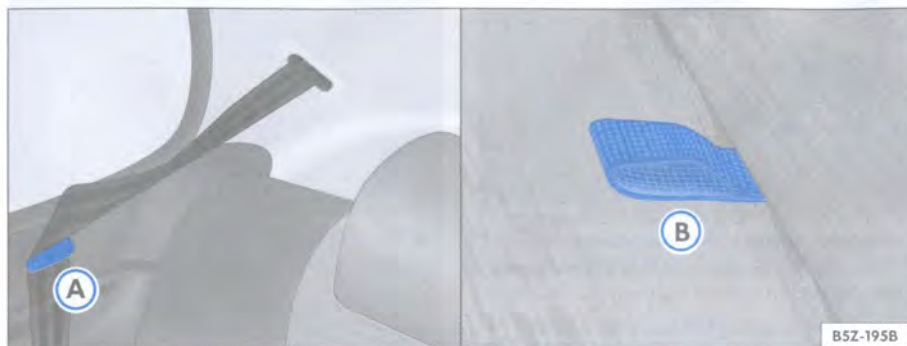

Fig. 87 Acoplamiento del cinturón para el abatimiento del asiento / uno de los tiradores para desbloqueo del respaldo
- Posicione la cinta de los cinturones de seguridad en sus respectivos alojamientos ⇒ fig. 87 ⚠.
- Tire del tirador localizado entre el asiento y el respaldo traseros, lado izquierdo, ⇒ página 102, fig. 87 para desbloquear la fijación del respaldo del asiento izquierdo ⇒ ⚠ y, al mismo tiempo, tírelo sobre el asiento.
- Tire del tirador localizado entre el asiento y el respaldo traseros, lado derecho, ⇒ página 102, fig. 87 para desbloquear la fijación del respaldo del asiento derecho ⇒ ⚠ y, al mismo tiempo, tírelo sobre el asiento.